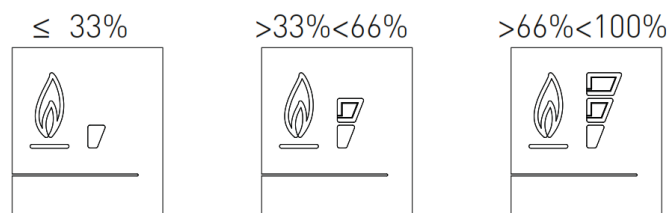

Рис. 2
- > Снимите три крепежных винта (поз. 2 на рис. 1), удерживающие трубку Вентури (V на рис. 1) при помощи ключа размера 10, как показано на рис. 2.
10. ИНДИКАТОР НАЛИЧИЯ ПЛАМЕНИ /ТАКЖЕ ПРЕДСТАВЛЯЕТ СОБОЙ ТРЁХСТУПЕНЧАТУЮ ШКАЛУ, ОТОБРАЖАЮЩУЮ ИЗМЕНЕНИЕ УРОВНЯ МОЩНОСТИ НАГРЕВА КОТЛА (РИС.2)